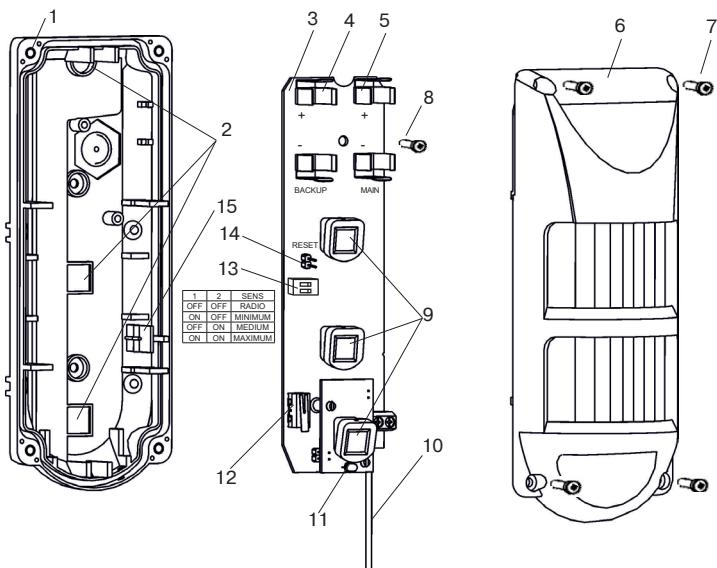

Рисунок 1 – Конструкция «Пирон-8Б-РК»
Извещатель (рисунок 1) состоит из основания (1), печатной платы (3) и крышки (6). На печатной плате расположены держатели двух батарей CR123A – основной (5) и резервной (4), три ИК пироприемника (9), антenna (10), входит в комплект поставки, двухцветный световой индикатор (11), датчик вскрытия корпуса (12), DIP-переключатель (13) и контакты RESET (14). Печатная плата фиксируется на основании защелкой (15) и винтом (8). Крышка (6) крепится к основанию (1) четырьмя винтами (7) с использованием герметизирующей прокладки.